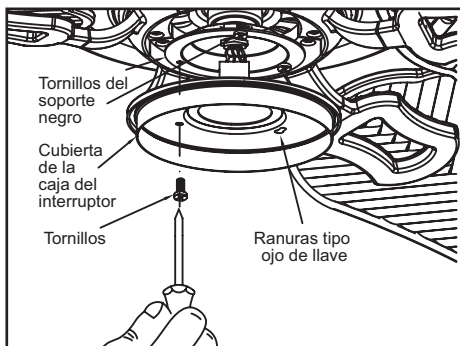

Figura 16
1. Retira uno de los tres tornillos de montaje en el soporte negro debajo del ensamblado del motor del ventilador; afloja, sin quitar, los otros dos tornillos (Figura 16).
3. Reinstala el tornillo de montaje que retiraste en el paso 1 y apriétalo firmemente (Figura 16).